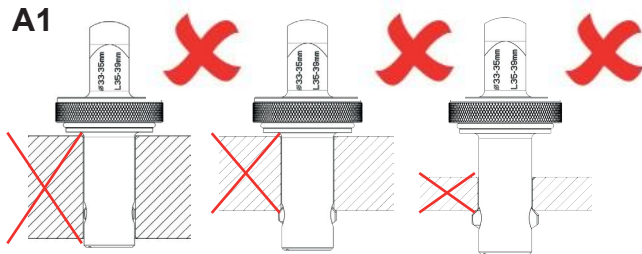

図8:
- ・ フランジ／部品の厚さが大きすぎる場合：ポッチがフランジ／部品の外側に適切に展開できない(図8 - A 参照)。
- ・ フランジ／部品の厚さが小さすぎる場合： 支持力が不足し、許容荷重を達成できない。(図8 - B 参照)